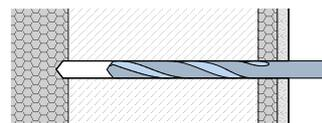

Fig. 9.1
- 1) Praticare un foro cieco attraverso il blocchetto in TPP con una punta universale Ø14,5mm. La profondità del foro dipende dalla sporgenza del cardine (fig.9.1).